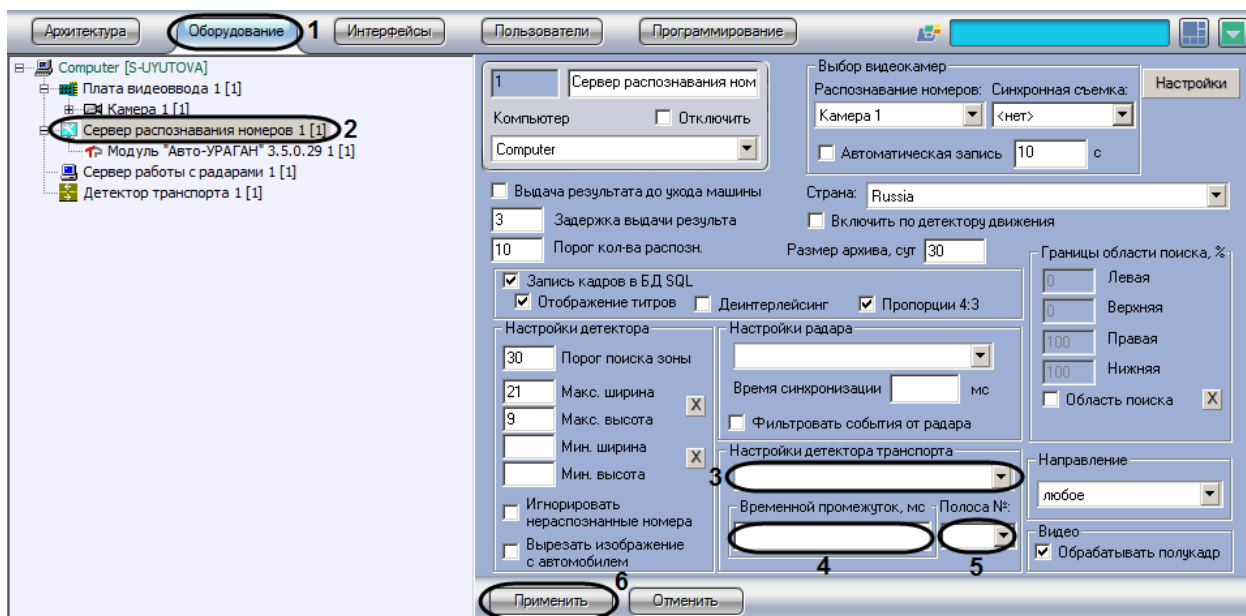

Рис. 7.2—21. Настройка совместной работы Сервера распознавания номеров и программного модуля «Детектор транспорта»
1. В диалоговом окне «Настройка системы» перейти на вкладку «Оборудование» (см. Рис. 7.2—21, 1).
2. В дереве объектов на вкладке «Оборудование» выбрать объект «Сервер распознавания номеров», соответствующий активированному программному модулю «Авто-УРАГАН 3.5.0.29», «CARMEN-паркинг», «CARMEN-Авто» или «VIT» (см. раздел «Активация программного модуля, используемого для распознавания номеров», Рис. 7.2—21, 2). В правой части вкладки «Оборудование» отобразится панель настройки выбранного объекта.
3. Выбрать объект «Детектор транспорта» из списка доступных детекторов в системе (см. Рис. 7.2—21, 3). В данном списке требуется выбрать объект «Детектор транспорта», который направлен на ту же полосу дорожного движения, что и видеокамера, работающая совместно с Сервером распознавания номеров.
4. Указать время в поле «Временной промежуток, мс», в течение которого автомобиль должен проехать расстояние от участка дороги, где происходит определение параметров транспортного потока программным модулем «Детектор транспорта», до участка дороги, где происходит определение номерного знака транспортного средства Сервером распознавания номеров (см. Рис. 7.2—21, 4). Параметр «Временной промежуток, мс» выражается в миллисекундах.
5. Выбрать полосу дорожного движения из всех полос разметки для программного модуля «Детектора транспорта» (см. раздел «Настройка программного модуля «Детектор транспорта»», на которую настроена видеокамера Сервера распознавания номеров (см. Рис. 7.2—21, 5).